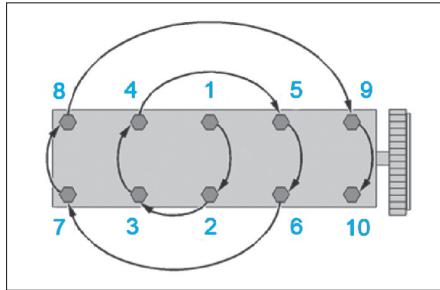

Fig. 84
- Serrer les vis de culasse en respectant l'ordre et le couple de serrage (Fig.84).